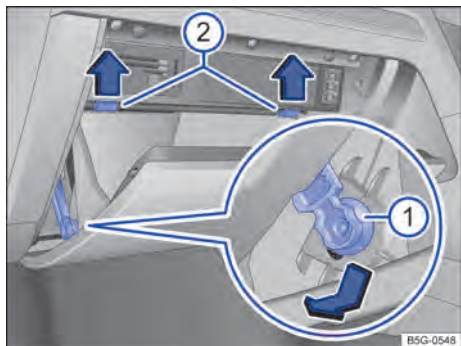

Fig. 239 Cobertura da caixa de fusíveis no painel de instrumentos: veículos com direção à direita, lado do passageiro dianteiro.
- Abrir e, caso necessário, esvaziar o porta-luvas do lado do passageiro dianteiro → Fig. 239.
- Empurrar o elemento de freio → Fig. 239 ① para baixo na abertura do suporte e retirar lateralmente.
- Pressionar o pino de batente → Fig. 239 ② na direção da seta.
- Para instalar: colocar o porta-objetos na posição. Inserir o elemento de freio na abertura do suporte e empurrar para cima até que se possa ouvir que encaixou. Pressionar o porta-objetos cuidadosamente para frente, além da resistência do pino de batente → Fig. 239 ②.